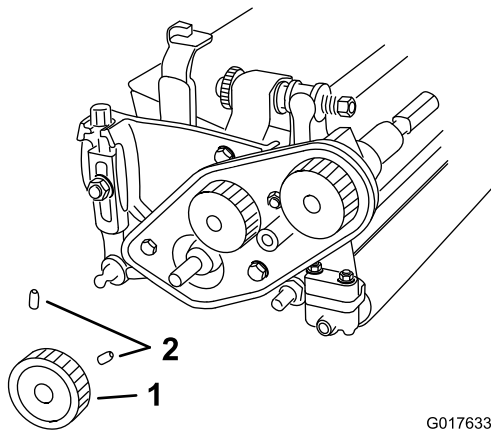

Figure 7
3. Desserrez les 2 vis qui fixent la poulie inférieure et déposez la poulie de l'arbre de cylindre (Figure 7).